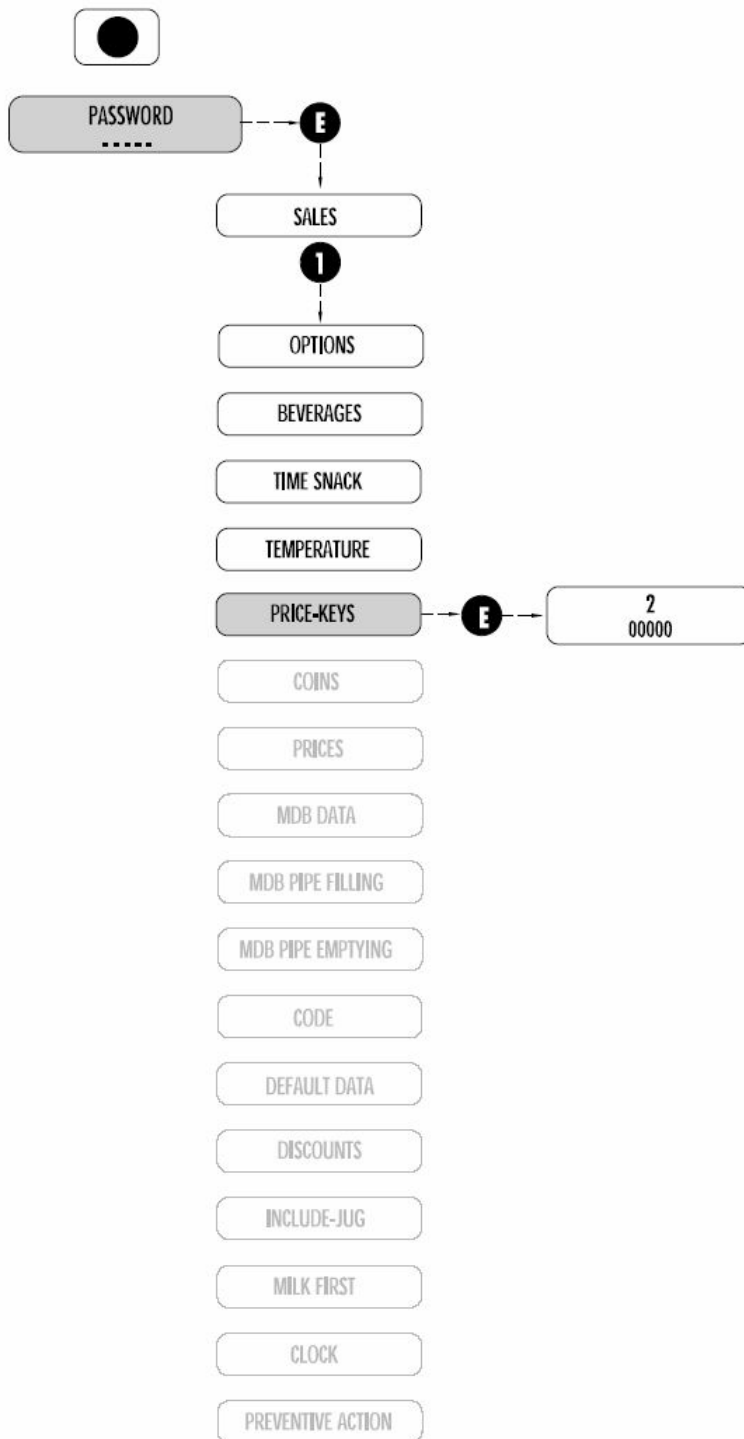

Рис. 7.9
7.2.6 КНОПКИ ПРИСВОЕНИЯ ЗНАЧЕНИЙ ЦЕНЫ (Рис. 7.9)